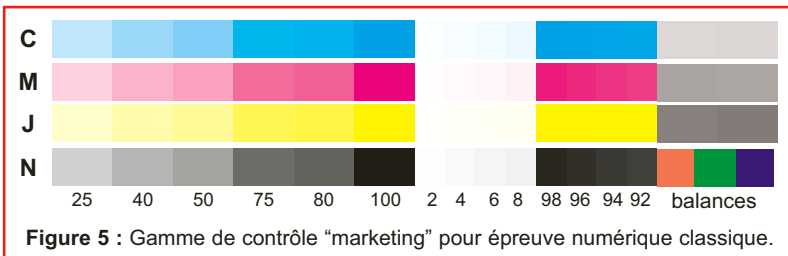

Figure 5 : Gamme de contrôle "marketing" pour épreuve numérique classique.
- Une gamme de contrôle "marketing" (Figure 5) :